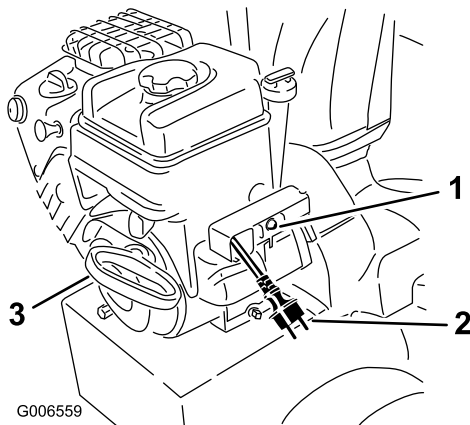

Figure 4
7. Démarrez la déneigeuse en appuyant sur le bouton du démarreur électrique (Figure 4).